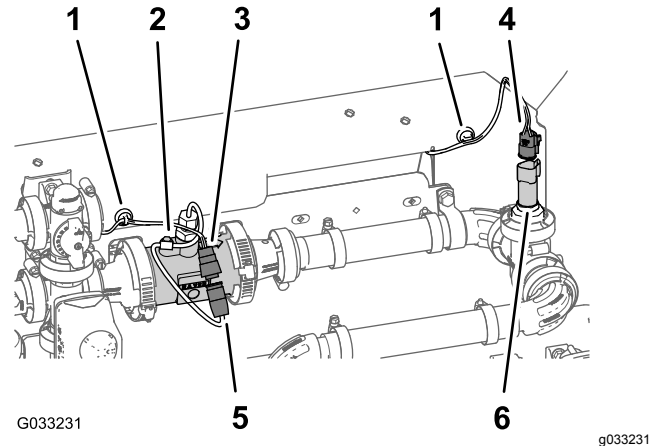

Figura 128
1. Passe os conectores da secção com 203 cm da cablagem identificados **Fluxímetro** (Flow Meter) e **Transdutor de pressão** (Pressure Transducer) para trás para a montagem do coletor (Figura 128).
2. Ligue o conector de três tomadas da secção com 203 cm da cablagem para o fluxímetro (não identificado) no conector de três pinos na cablagem do fluxímetro (Figura 128).
3. Ligue o conector de três tomadas da secção com 203 cm da cablagem para o identificado como **Transdutor de pressão** (Pressure Transducer) no conector de três pinos do transdutor de pressão (Figura 128).
4. Cole os fixadores de cablagem magnéticos para o fluxímetro e o transdutor de pressão na superfície da montagem do coletor (Figura 128).